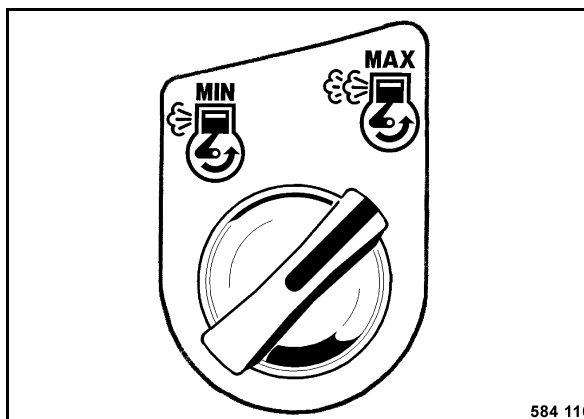

Fig. 57
- Girar el interruptor giratorio para velocidad del motor (Fig. 57) hacia la derecha, a posición "MAX".